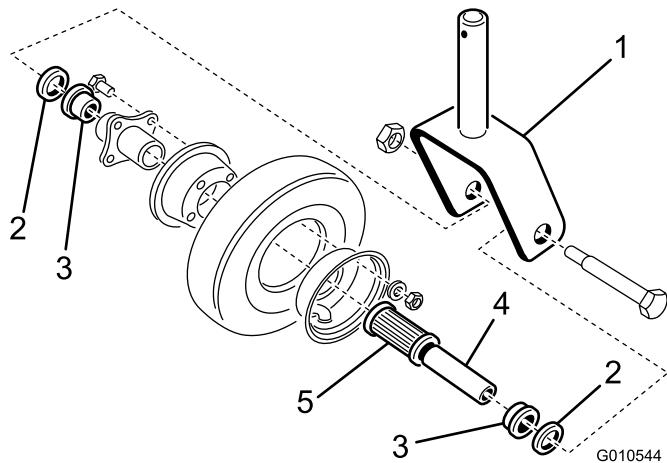

Figure 19
1. Enlevez le contre-écrou du boulon qui fixe la roue pivotante à la chape (Figure 19). Maintenez la roue pivotante et sortez le boulon de la fourche.
2. Basculez la roue sur le côté et laissez tomber la douille pour clé (Figure 19).
3. Retirez une retenue de roulement du moyeu de roue et laissez tomber le roulement. Enlevez la retenue de roulement de l'autre côté du moyeu (Figure 19).